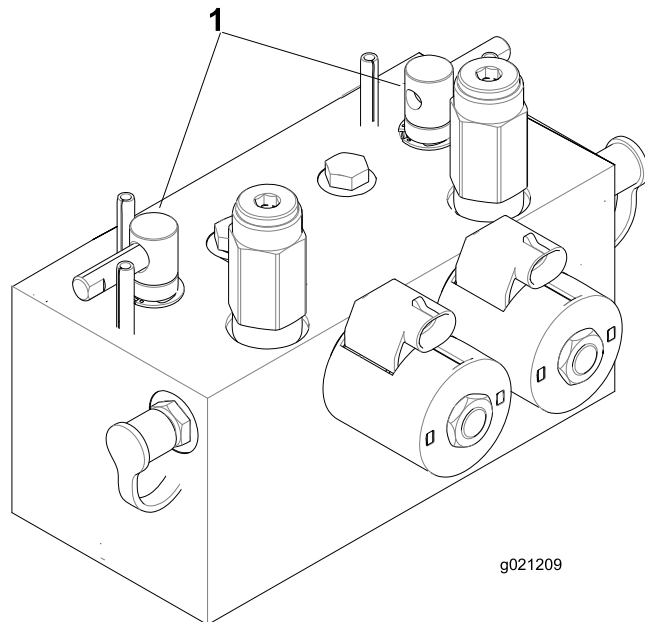

图72
2. 松开并提起座椅露出倒磨控制杆图72。
5. 选择前、后或同时两个倒磨控制杆确定哪些刀组需要倒磨图72。